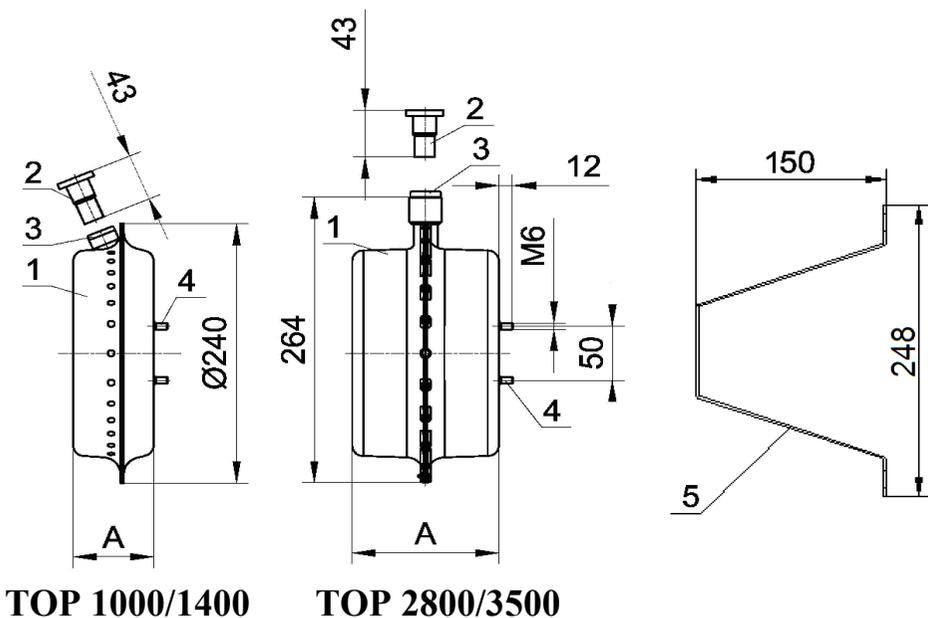

Рис.2. Генератор огнетушащего аэрозоля:
9.	Габаритные размеры Рис.2, мм, не более:
ГОА (рис.2) состоит из корпуса 1, собранного из двух полукорпусов, в каждом из которых размещена одна шашка из аэрозолеобразующего состава (заряд).
6.3. Снять транспортную заглушку 3 (рис. 2) и вернуть во втулку корпуса 1 электроактиватор 2. Момент затяжки электроактиватора – 8-10 Нм.